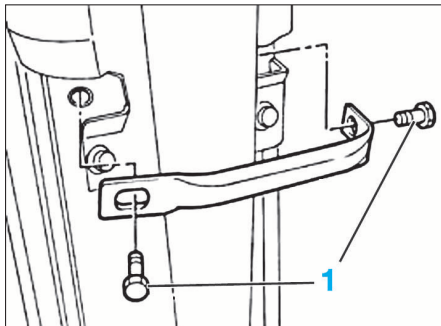

FIG. 17
- Déposer le shunt de tension de la ceinture de sécurité (1) (Fig.17).